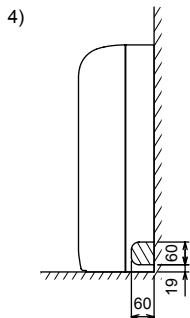

Fig. 3-10
4) Voor pijpen aan de rechterkant (Fig. 3-10)